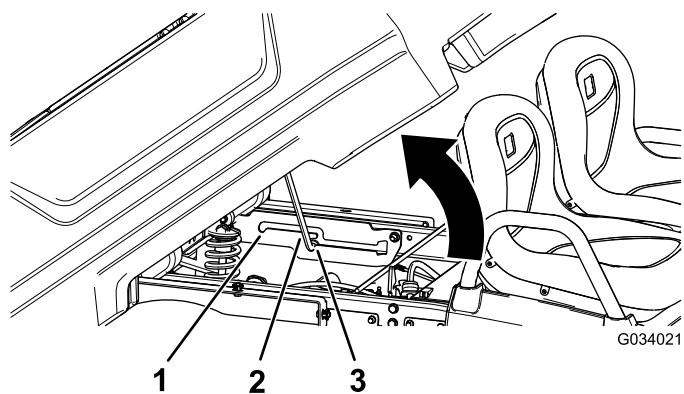

Figura 22
2. Tirate l'asta di supporto nella fessura di arresto della posizione di scarico per ancorare il pianale per lo scarico (Figura 22).
2. Tirate l'asta di supporto nella fessura di arresto della posizione di assistenza per ancorare il pianale per la manutenzione (Figura 22).
2. Estraete l'asta di supporto dalla fessura di arresto (Figura 22).